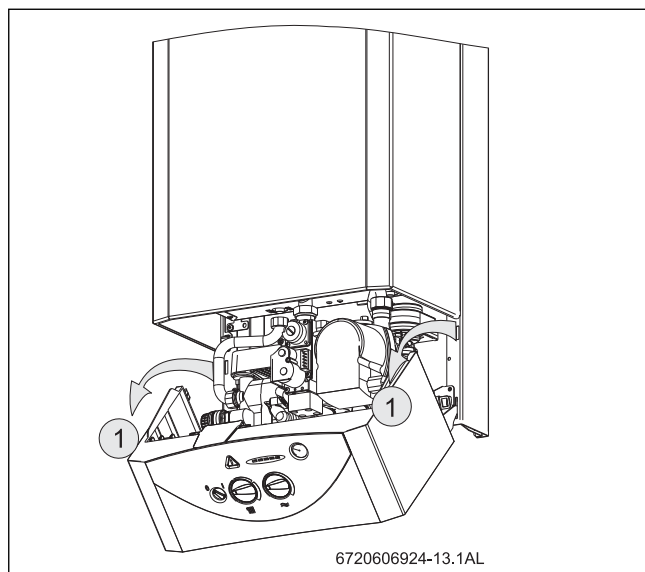

Fig. 28 Posição de serviço para ajustes do gás
- ▶ Desligar o interruptor principal (O) do aparelho.
- ▶ Baixar o painel de comandos para a posição de serviço (ver Fig. 28).
- ▶ Desapertar o parafuso obturador (3) e ligar o manómetro de tubos em U à união de pressão.